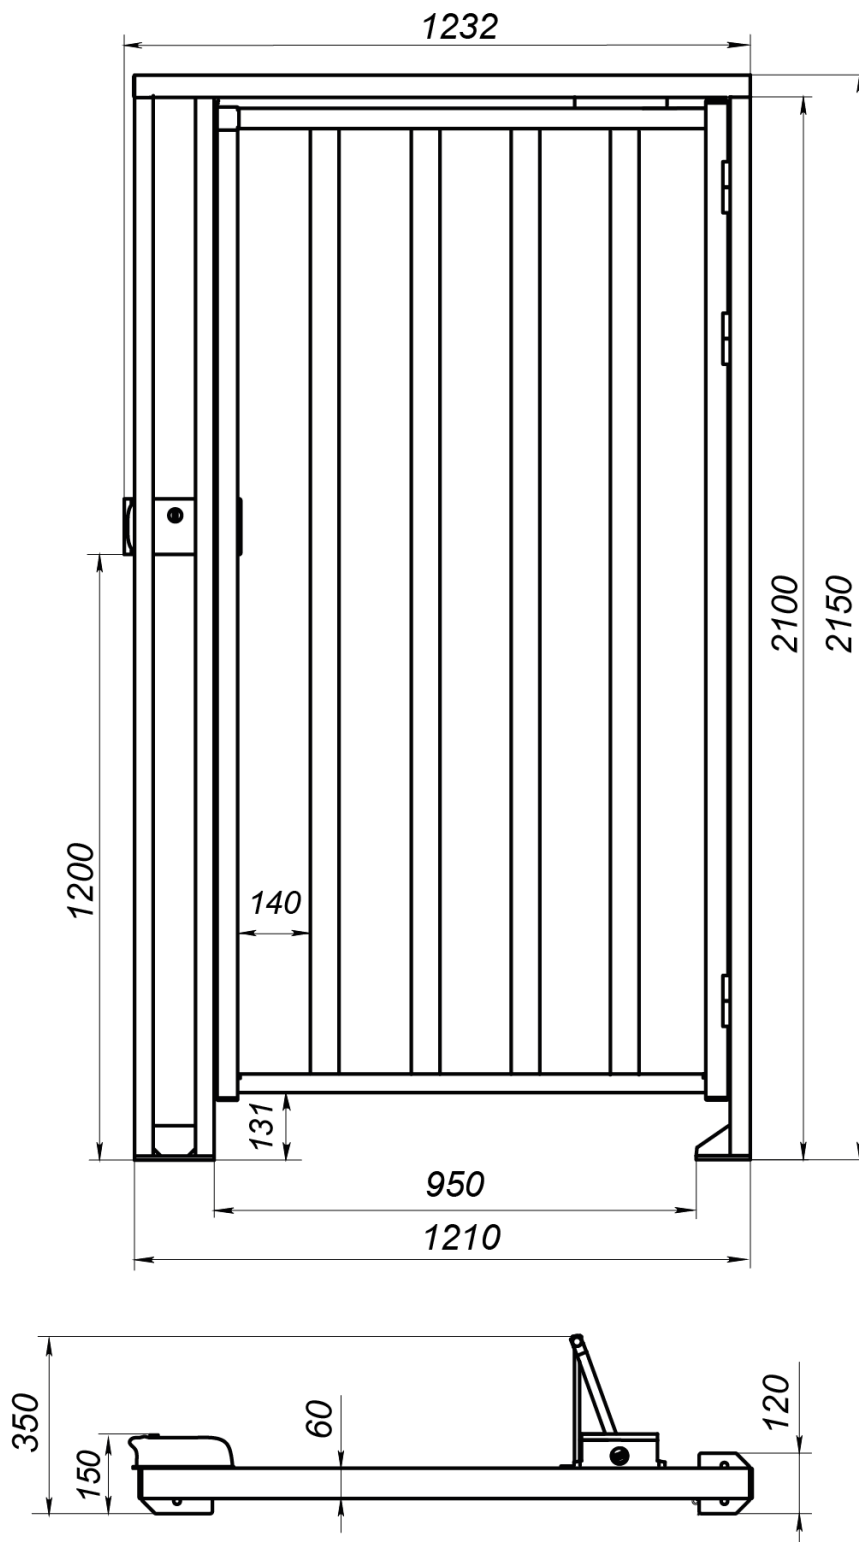
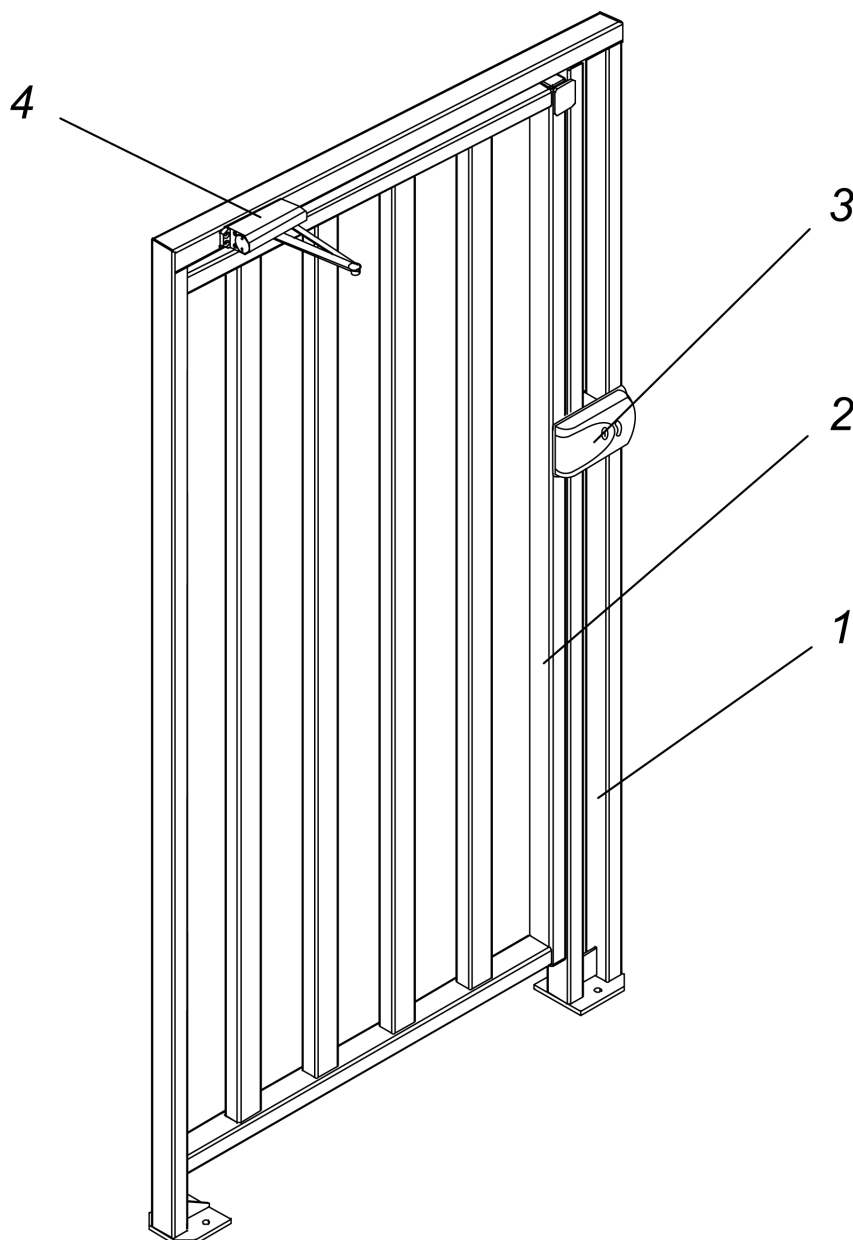

Рисунок 1. Габаритные и промежуточные размеры калитки PERCo-WHD-15
Рисунок 2. Общий вид калитки PERCo-WHD-15
¹ Габаритные размеры изделия представлены также на рис. 1
Устройство калитки показано на рис. 2. Габаритные размеры калитки указаны на рис. 1. Номера позиций в тексте руководства даны в соответствии с рис. 2, если не указано иначе. Калитка состоит из: рамы (1), створки (2), замка электромеханического (3), доводчика (4).